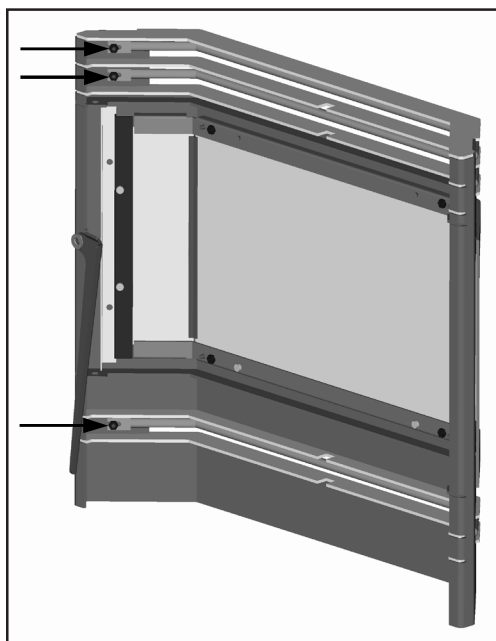

Figure 37: porte à persiennes
La porte doit être ouverte. Les trois (3) flèches sur la figure 37 points à trois (3) des écrous qui maintiennent les persiennes sur. Il existe trois écrous à chaque extrémité. Retirez les six écrous à la main; si les écrous sont serrés, une «prise 11/32 peut être utilisé. Lorsque vous retirez les persiennes, tirez une extrémité de la grille au-dessus de l'ergot. Si il est difficile de retirer la grille, pousser sur un côté de l'avant, puis tirez l'autre extrémité de la deuxième plot.